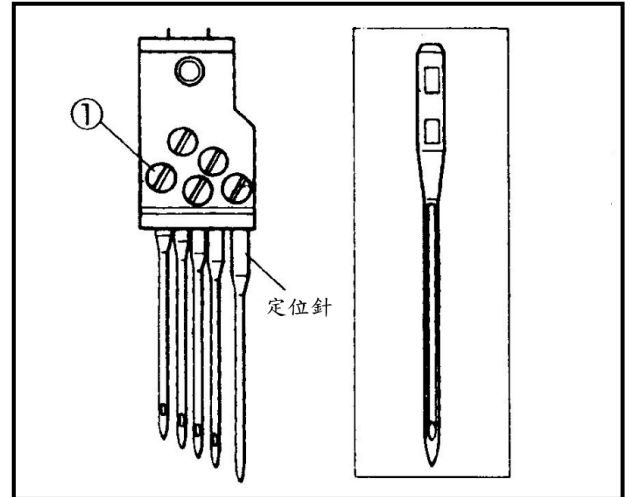

Fig.21
- (1) 旋轉轉輪將針抬到最高點。
- (2) 放鬆螺絲①。(Fig.21)
- (3) 平面擺在前方將新針放入針鉗內最頂端，然後鎖緊螺絲①。